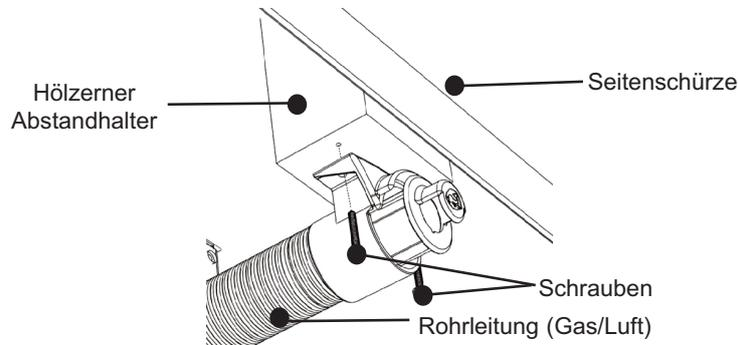

Abb. 16 Anbringen des Rohrleitungsanschlusses am Fahrzeug
- iv. Schieben Sie das Rohr der Verbrennungsluftzuleitung in die Rückseite des Rohrleitungsanschlusses (der am Fahrzeugboden montiert ist). Das Rohr **muss** bis zum Anschlag hineingeschoben werden. Siehe Abb. 16. Das Rohr **muss** in dem Rohrleitungsanschluss sichtbar sein.